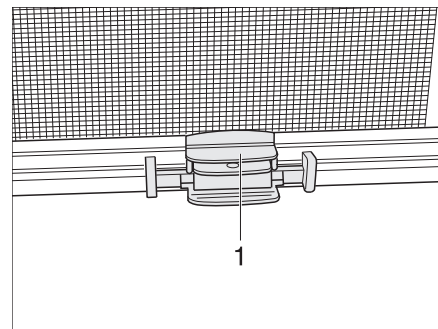

Fig. 50 Store
- Saisir la barre de fermeture (Fig. 50,1) de la moustiquaire par le centre et l'amener à la barre de fermeture du store occultant.
- Maintenir la barre de fermeture (Fig. 50,1) de la moustiquaire et actionner le cliquet d'encliquetage.